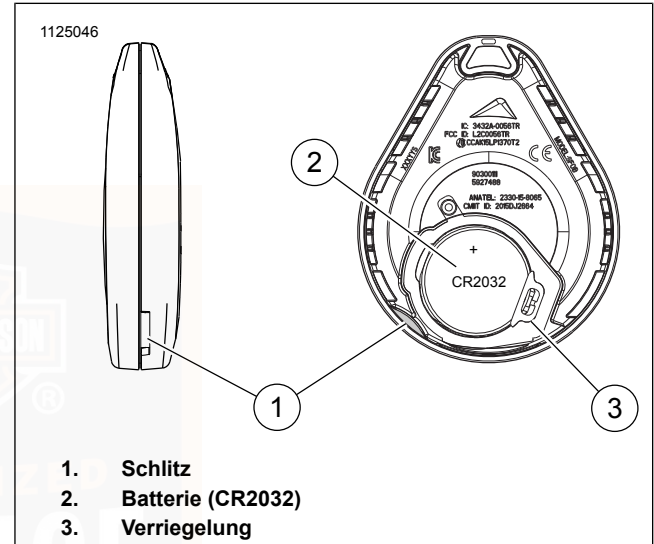

Abbildung 18. Schlüsselanhängerbatterie austauschen
- *Siehe Abbildung 18. Die Seriennummer auf dem Schlüsselanhänger befindet sich auch auf der Innenseite des Schlüsselanhängers.*
1. Siehe Abbildung 18. Zum Öffnen des Schlüsselanhängers den Schlitz (1) mit einem dünnen Gegenstand drehen.
2. Die Batterie (2) herausnehmen und gemäß den örtlichen Bestimmungen entsorgen.